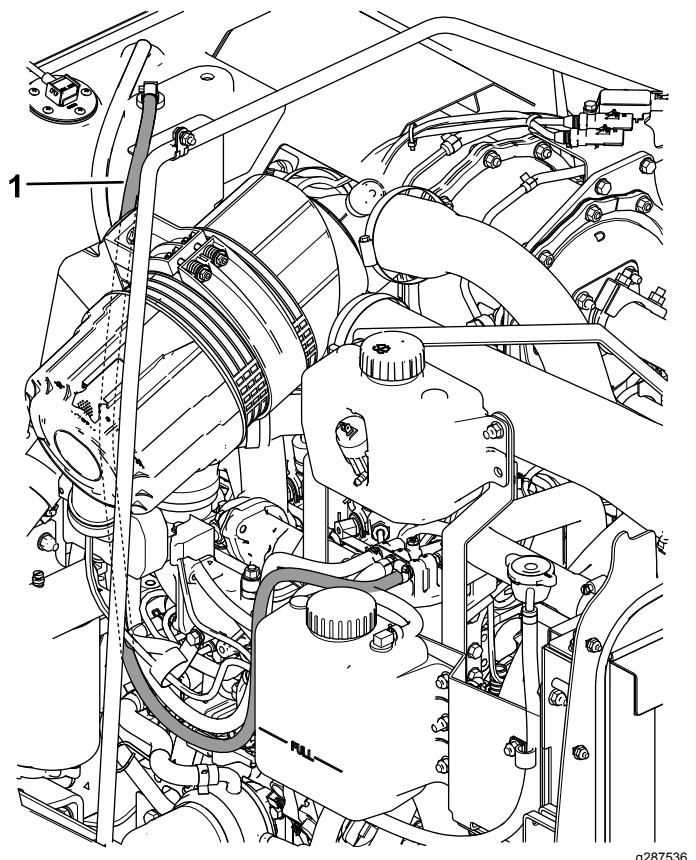

Bild 2
1. Entfernen Sie den vorhandenen Kraftstoffschlauchs, wie in Bild 2 dargestellt.